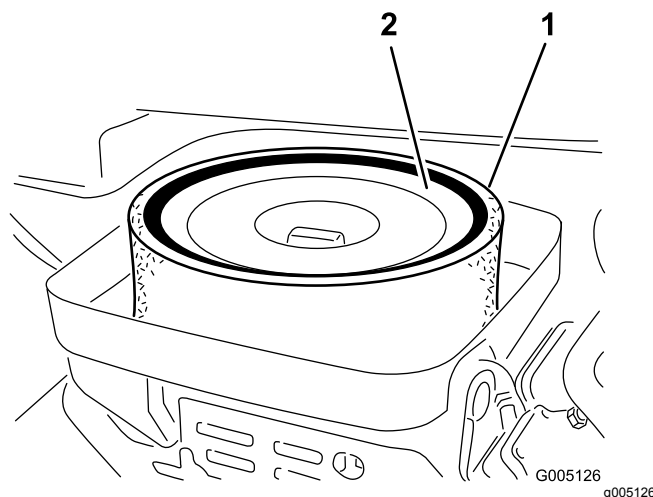

Bild 29
3. Entfernen Sie die Flügelmutter, mit der die Einsätze am Luftfiltergehäuse befestigt sind (**Bild 29**).
4. Nehmen Sie einen verschmutzten Schaumeinsatz vorsichtig vom Papiereinsatz ab (**Bild 29**). Reinigen Sie ihn gründlich wie folgt: